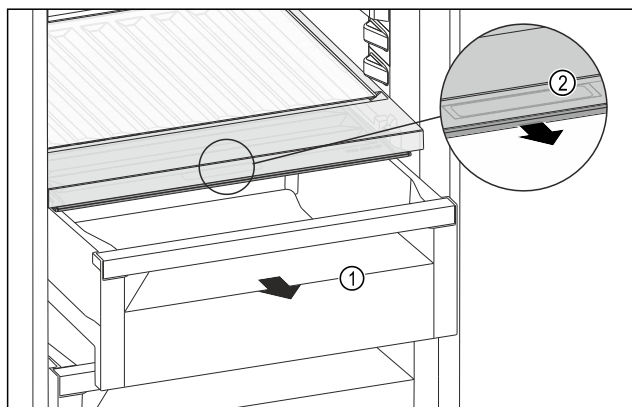

Fig. 228
- ▶ Витягніть висувний ящик Fig. 228 (1).